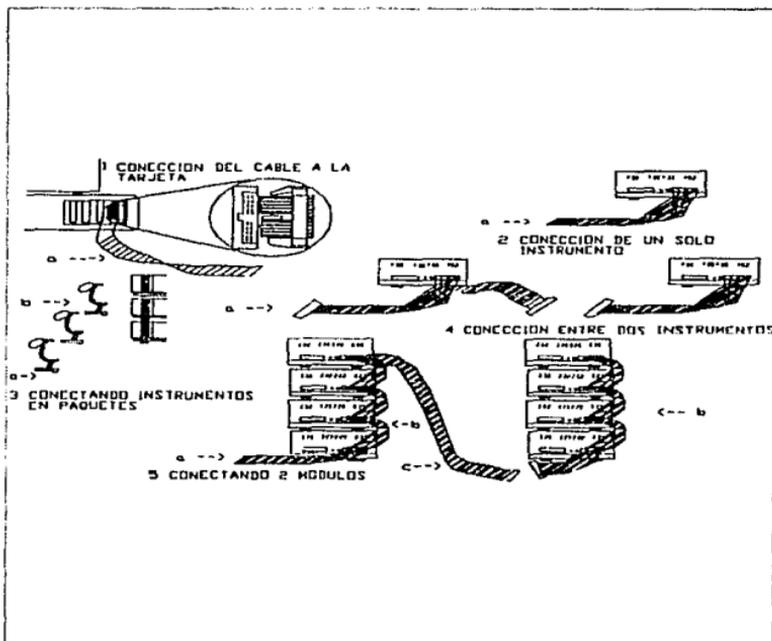

FIGURA 1.3
- Existen tres tipos de cables arcoiris, los cuales van a ser utilizados para conectar los módulos. (como se muestra en la figura 1.3). Dos de ellos son pequeños los cuales sirven para interconectarlos y un tercero que va de la tarjeta interfaz a los instrumentos.
- Usted puede hacer las demás conexiones dependiendo las necesidades de su sistema (como se muestra en la figura 1.3).